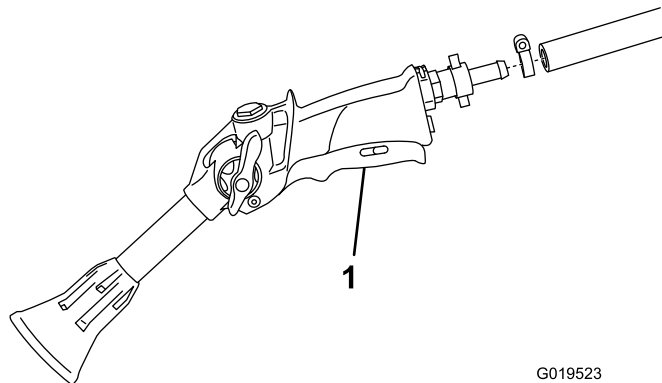

Figura 11
1. Conecte el extremo libre de la manguera larga al acoplamiento de la pistola de fumigación (Figura 11).